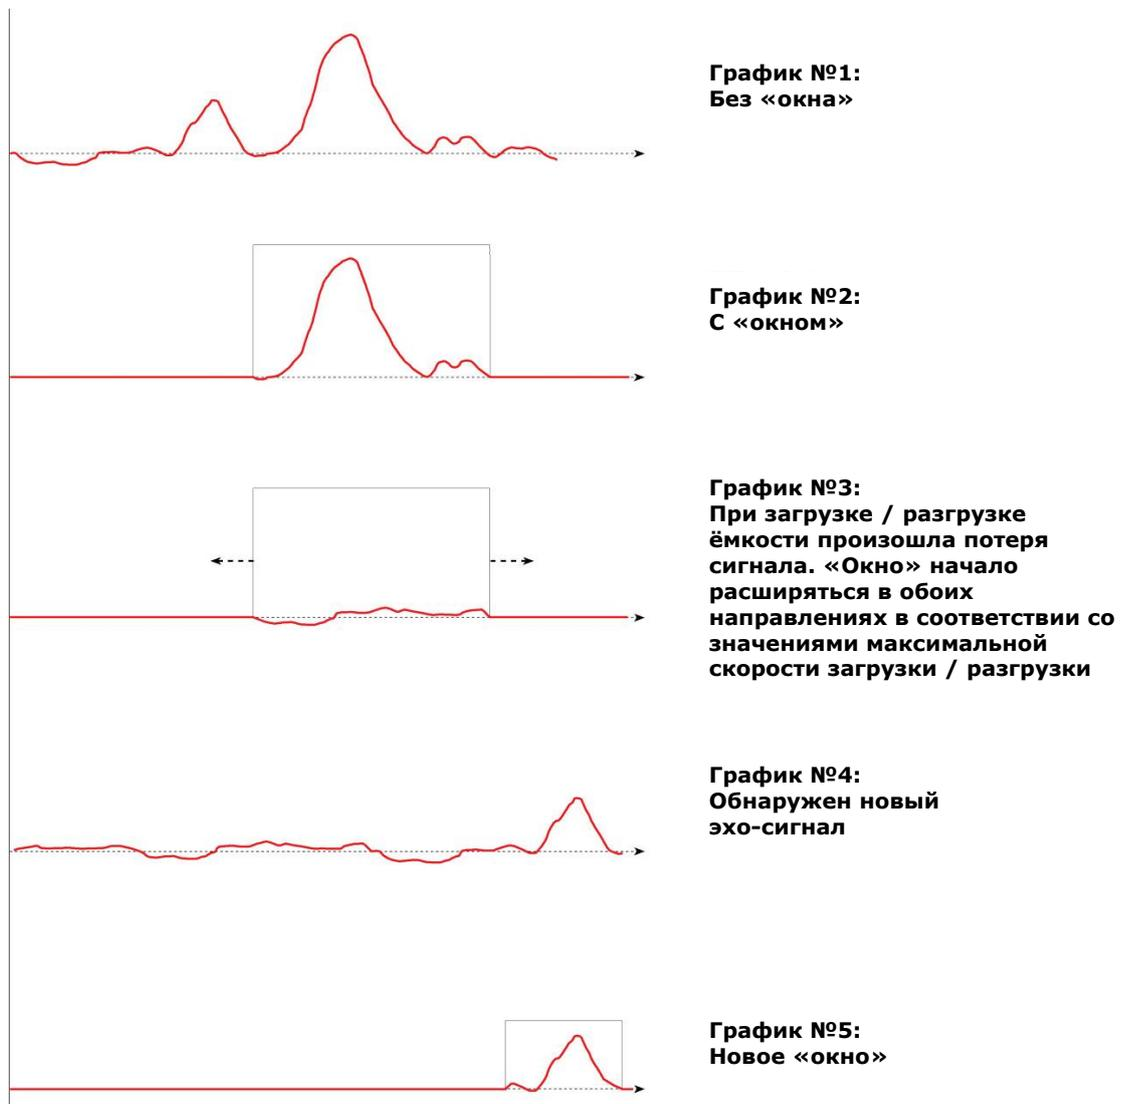

Рисунок 34
- ⊙ **Window Size** [m (метры)/ft. (футы)] — когда показания уровнемера стабилизировались и сфокусировались на каком-либо определённом уровне, он отслеживает расстояния в некотором интервале (окне) относительно определённого пика эхо-сигнала (см. Рисунок 34). Без этого окна эхо-сигнал выглядит как на графике №1 (см. Рисунок 34), но как только эхо-сигнал отфильтровывается в этом окне, то он начинает выглядеть как на графике №2 (см. Рисунок 34).
При малых изменениях уровня поверхности эхо-сигнал отслеживается в этом окне. Если эхо-сигнал меняется во время заполнения или разгрузки ёмкости, то полезные пики эхо-сигнала могут исчезнуть с графика (см. график №3 Рисунок 34). При этом окно автоматически расширяется (увеличивается интервал дистанций, в котором отслеживается эхо-сигнал) с учётом настроенных значений максимальной скорости разгрузки и загрузки ёмкости до тех пор, пока не будут обнаружены новые полезные пики (см. график №4 на Рисунок 34). Уровнемер фокусируется на этом новом пике (график №5 на Рисунок 34) и измерения снова стабилизируются. По умолчанию: 10 м (м).